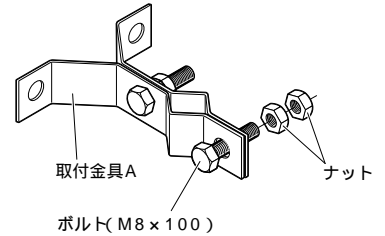

図2a 取付金具Aの部組み
- 2 アンテナをマストに取り付ける前に、図2aのように取付金具Aを部組みしておきます(2組)。